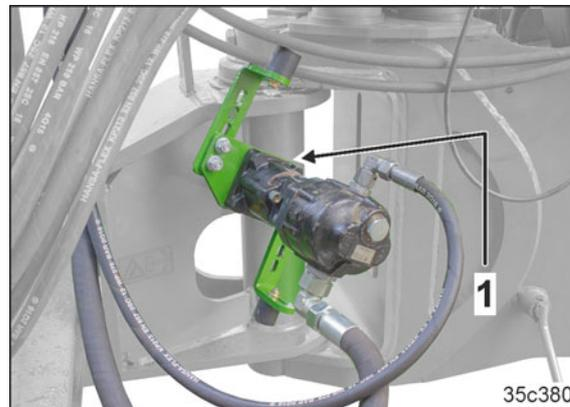

Рис. 139
14. Разместите гидравлический насос с приводом от ВОМ в парковочном положении (Рис. 139/1)